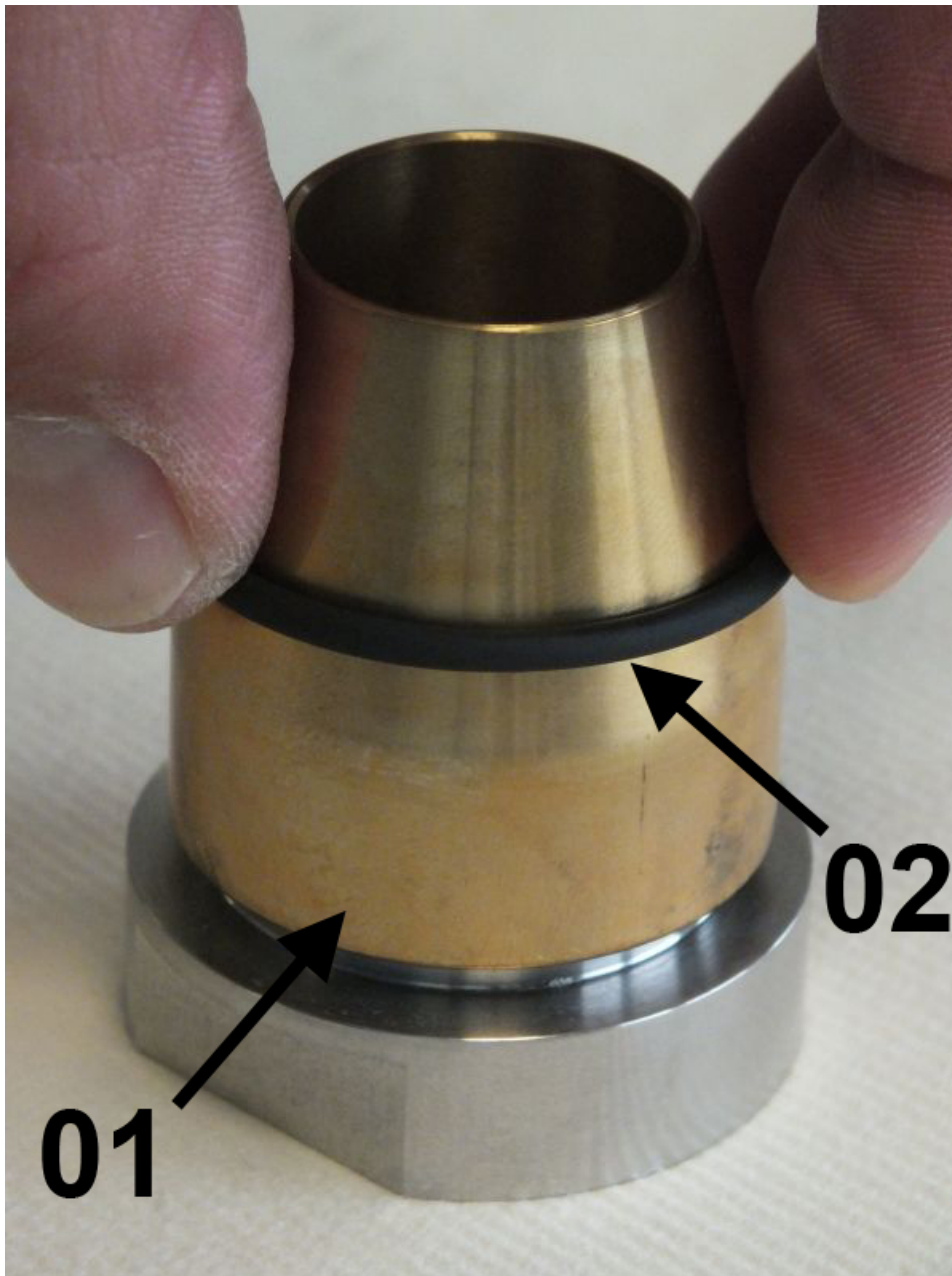
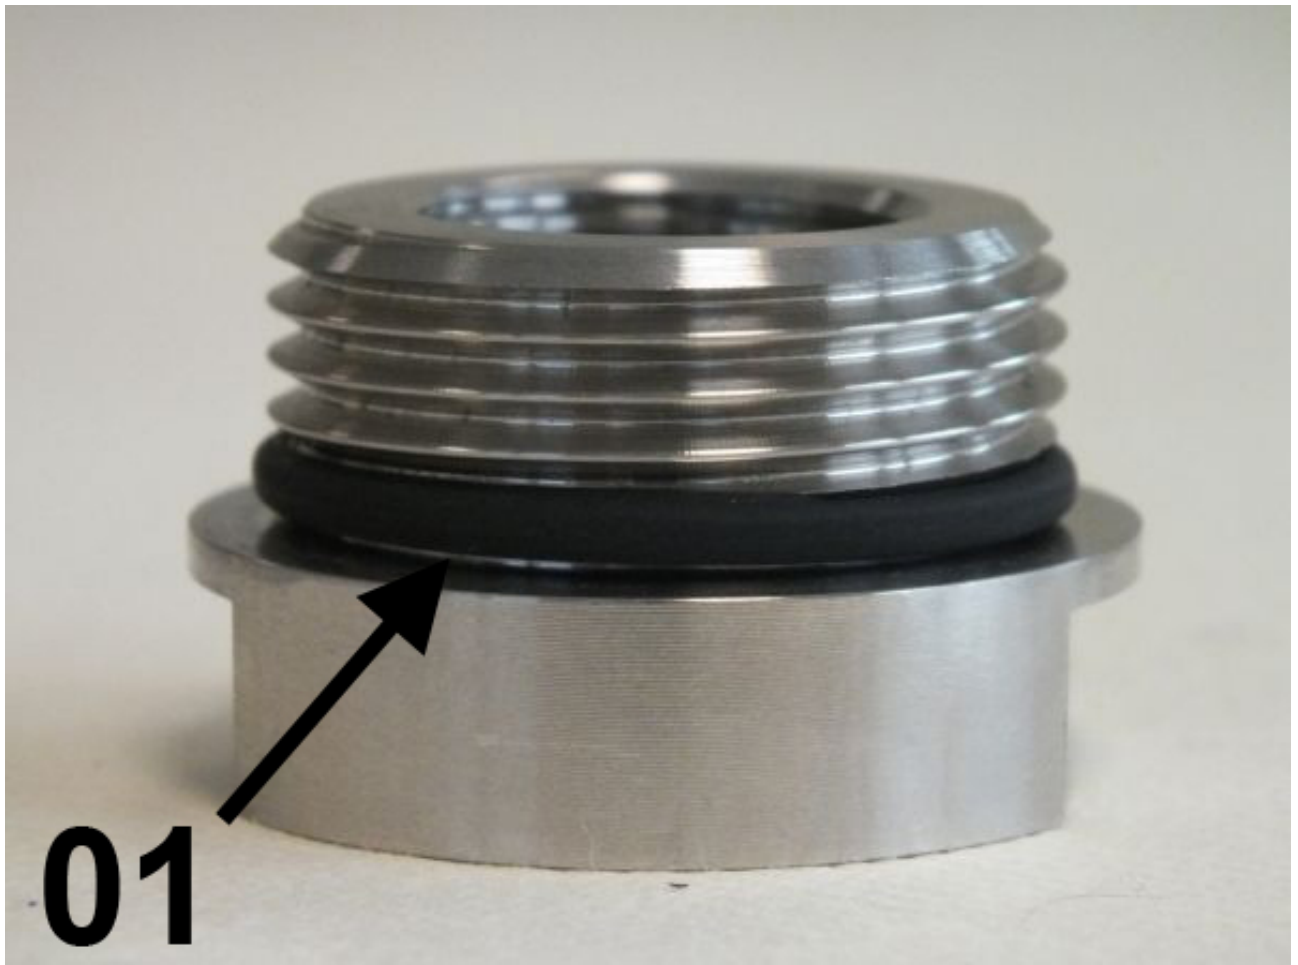

Abb. 53: O-Ring (Dichtung)
Abb. 54: Position des O-Rings
- 1.** ➔ O-Ringe (Abb. 53/02) mit Hilfe des O-Ring Montagewerkzeuges (Abb. 53/01) auf beide Verschraubungen (Eingang/Ausgang) aufziehen, so dass diese im O-Ringsitz der Verschraubungen sitzen (Abb. 54/01). Dabei darauf achten, dass die O-Ringe nicht überdehnt werden
- 2.** → Position des O-Rings auf der Verschraubung (Abb. 54/01)